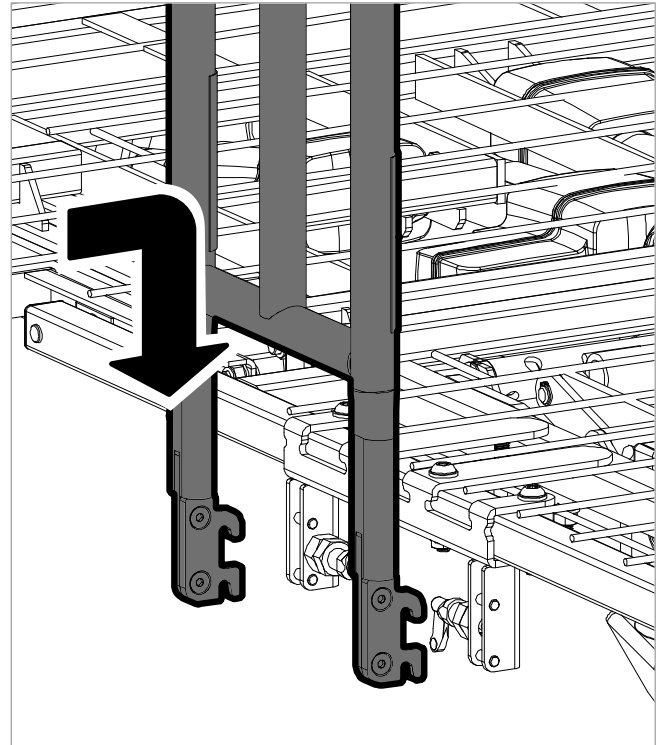

Figure 7.3
2. Alignez les griffes de la barre d'assistance du levier de lit avec les broches du support de montage, comme illustré à la figure 7.3, puis :